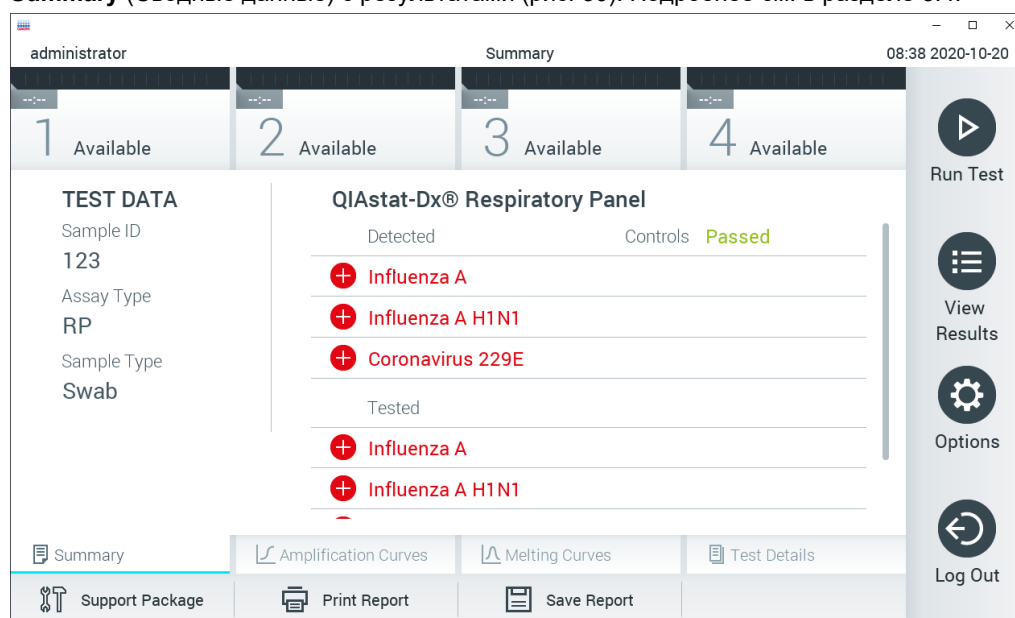

Рис. 30. Экран «Summary» (Сводные данные) с результатами.
- После извлечения картриджа для тест-системы QIAstat-Dx отобразится экран **Summary** (Сводные данные) с результатами (рис. 30). Подробнее см. в разделе 5.4.